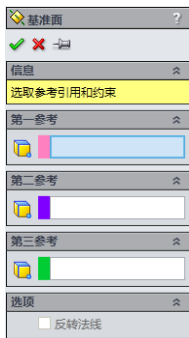

图 3-4 【基准面】对话框
- 02 选择菜单栏中的【插入】|【参考几何体】|【基准面】命令。打开【基准面】对话框，如图 3-4 所示。单击对话框上【保持可见】按钮，使基准面创建之后，对话框不退出，继续创建多个基准面。